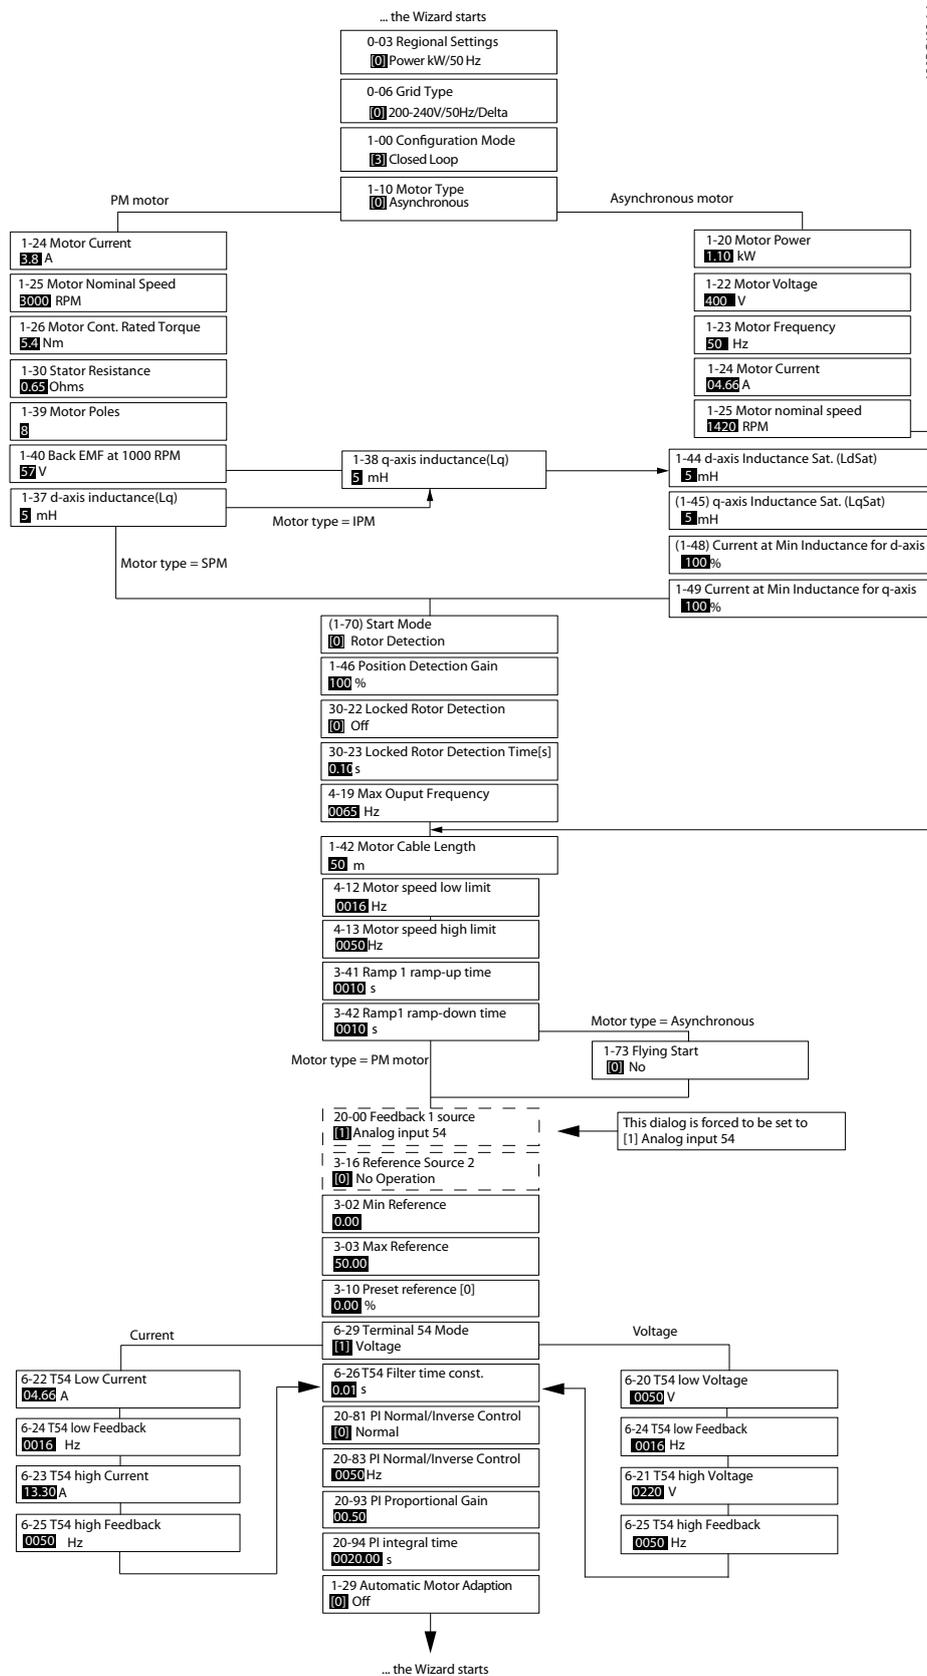

Рисунок 6.5 Мастер настройки параметров применений с замкнутым контуром
- Мастер настройки параметров применений с замкнутым контуром. Для получения дополнительной информации см. Рисунок 6.5.